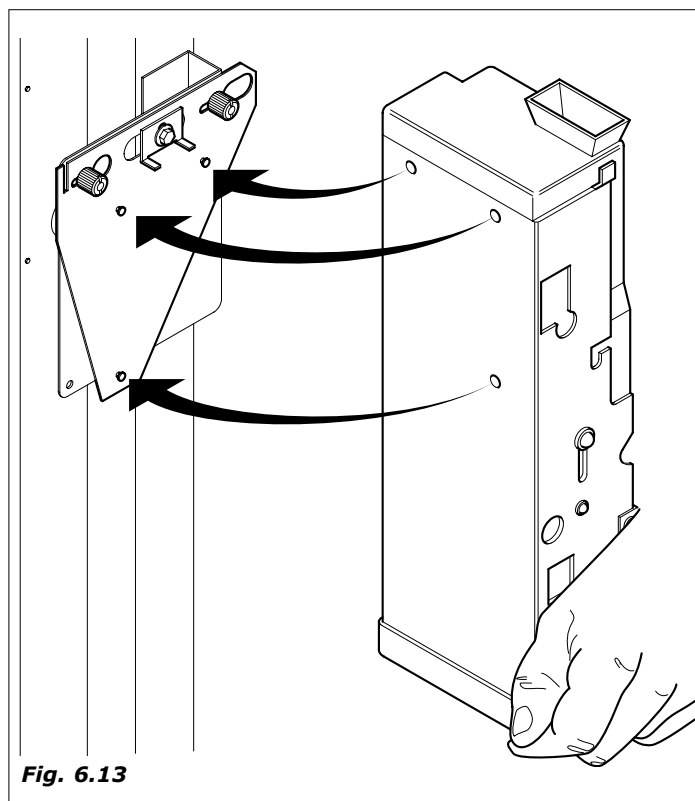

Fig. 6.13
- enganchar el dispositivo monedero a la abrazadera de sostén (Fig.6.13)